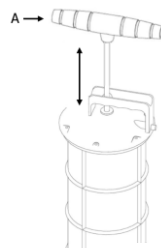

fig. 3
6. Actionnez la poignée (A) vers le haut et le bas pour extraire le liquide du réservoir ou du contenant en question (fig. 3).